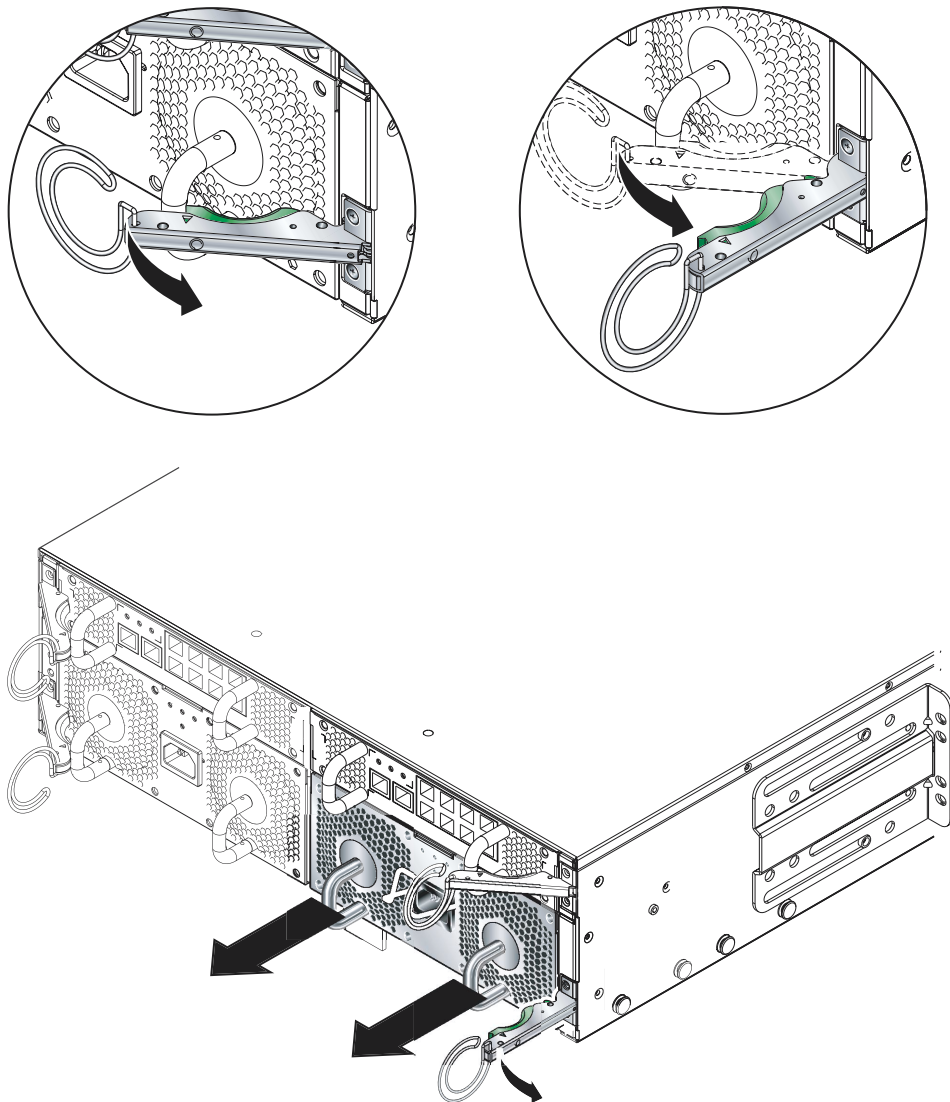

图 12-12 PSU 弹出杆
3. 压下绿色的 PSU 弹出杆以解开其栓锁，然后向您所在的方向拉弹出杆，以便从系统机箱上断开 PSU 的连接（图 12-12）。